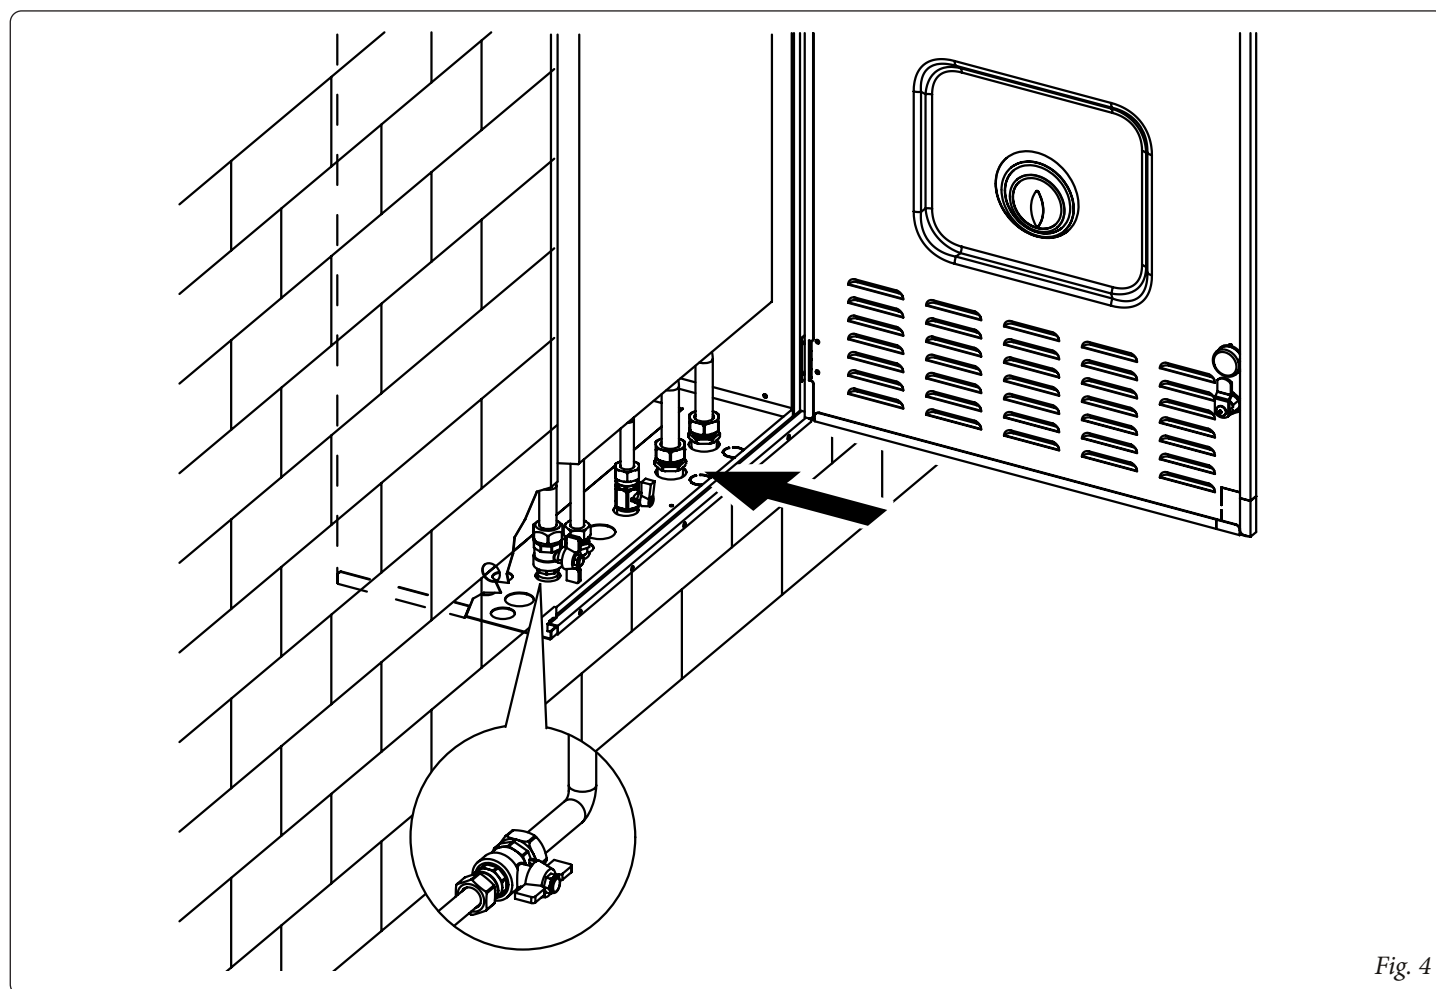

Fig. 4
- Effettuare l'allacciamento gas. Il tubo gas può uscire verso il basso, attraverso l'uscita sinistra oppure frontalmente utilizzando l'apposito pre-trancio già previsto sul portello. E' possibile una volta usciti frontalmente far girare il tubo del gas nella direzione preferita (Fig. 4).